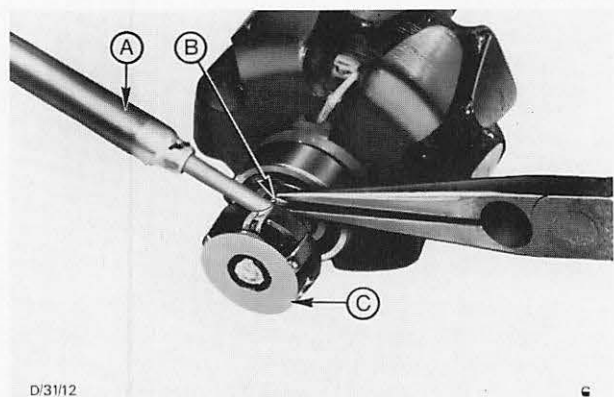

Abb. 56 Schleifringanschlüsse verlöten
33. Schleifring auf die Läuferwelle schieben und Schleifringanschlüsse verlöten. Abb. 56.